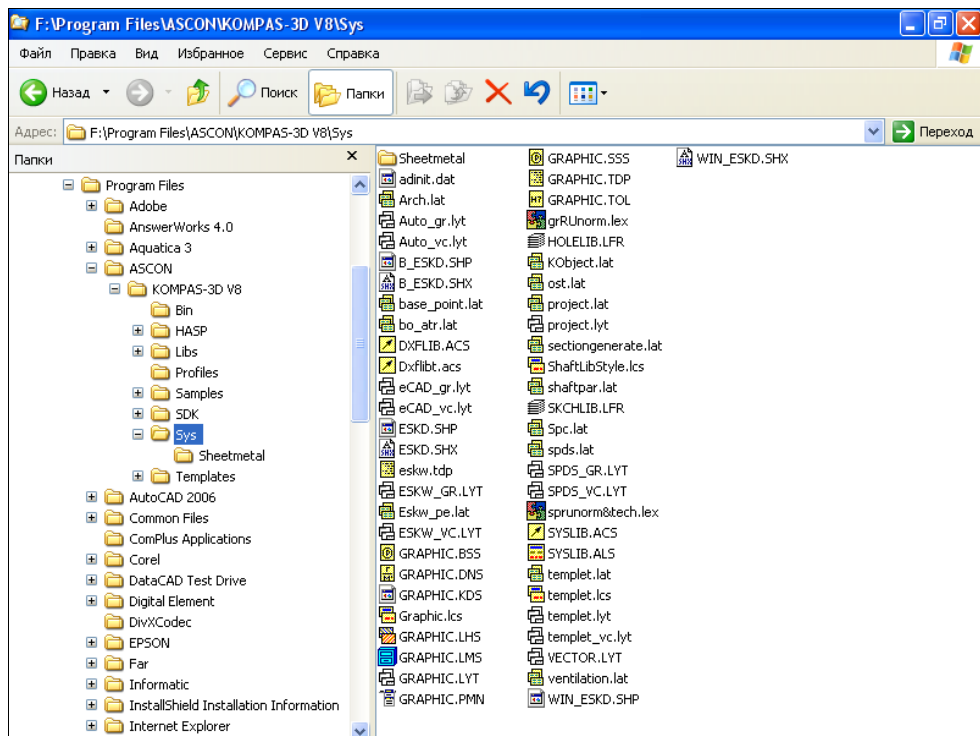

Рис. 25.20. Диалоговое окно с открытой папкой Sys
- ◆ найдите и раскройте папку **Sys** и найдите в правой части окна файл **GRAPHIC** с расширением **pmn** (рис. 25.20). При подведении к нему курсора должна появиться подсказка с надписью **Тип: КОМПАС — пользовательское меню**;